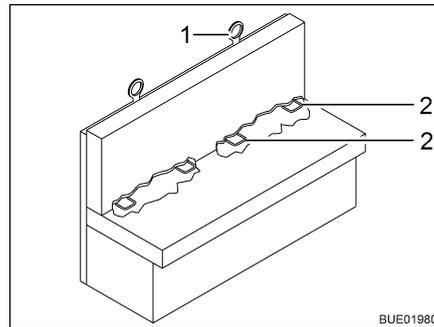

Fig. 19 Sistema de sujeción para sillas de seguridad para niños ISOFIX
Si el vehículo está equipado con un sistema de sujeción para sillas de seguridad para niños ISOFIX, los asientos apropiados para el mismo estarán marcados con el símbolo ISOFIX. Estos asientos del vehículo dispondrán de estribos de sujeción (Fig. 19,2) y otro punto de anclaje en la parte superior del respaldo (Top Tether) (Fig. 19,1). Usar unos sistemas de retención infantil apropiados para ISOFIX. Los sistemas de retención infantil tienen brazos de enganche que se engatillan en los estribos de sujeción del asiento del vehículo.
- Si es posible, fijar el asiento infantil adicionalmente en el Top Tether (Fig. 19,1).